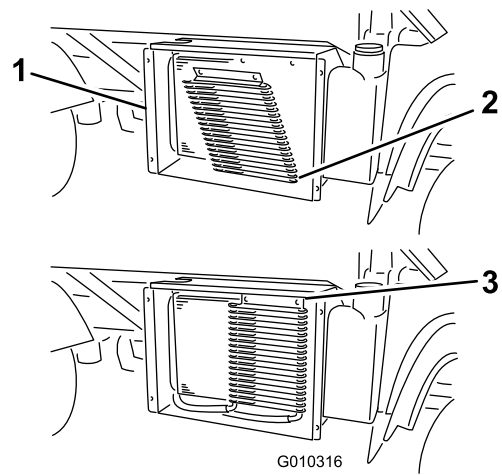

Figure 15
1. Insérez les languettes de montage du refroidisseur dans les fentes situées sous le radiateur (Figure 15).
2. Relevez le refroidisseur et fixez le haut sur le radiateur avec les fixations ¼ de tour (Figure 15).